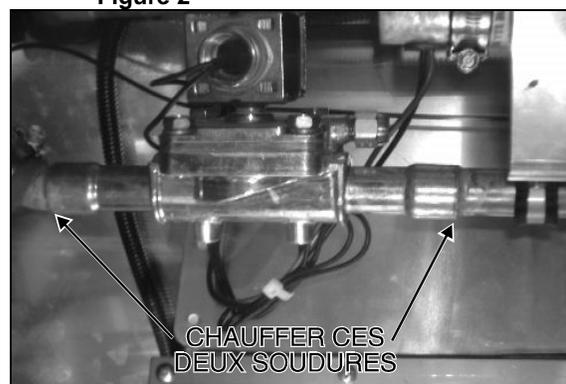

Figure 3
6. Chauffer les soudures avec un chalumeau pour pouvoir retirer les tuyaux du corps de la soupape (voir figure 3 pour identification des soudures).